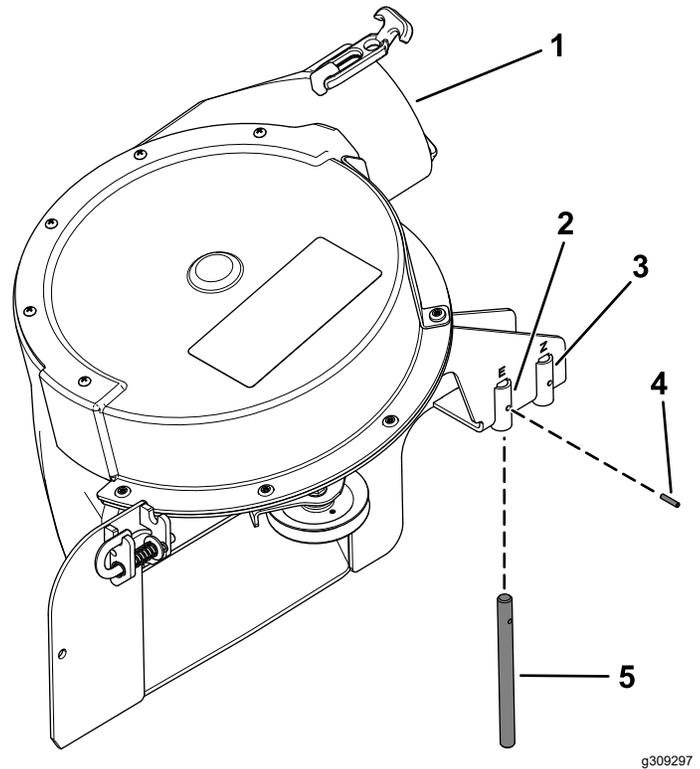

Figure 40
Vérifiez que l'axe de pivot est fixé au bon emplacement sur le ventilateur (Figure 40).
- Si vous possédez un plateau de 122 ou 132 cm, placez l'axe de pivot dans le trou avant (Figure 40).
- Si vous possédez un plateau de 152 cm, placez l'axe de pivot dans le trou arrière (Figure 40).